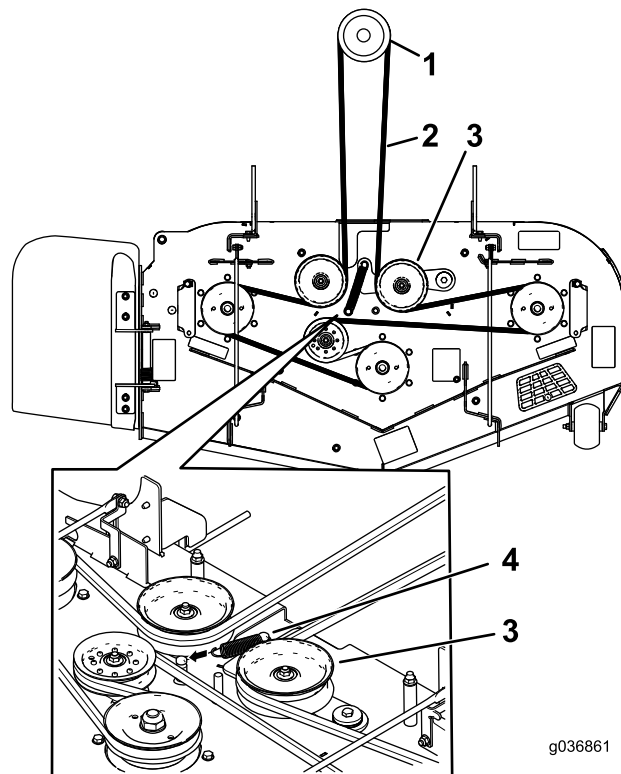

Figura 61
10. Pase la correa nueva alrededor de las poleas de la segadora y de la polea del embrague, debajo del motor (Figura 61).
11. Instale el muelle tensor (Figura 61).